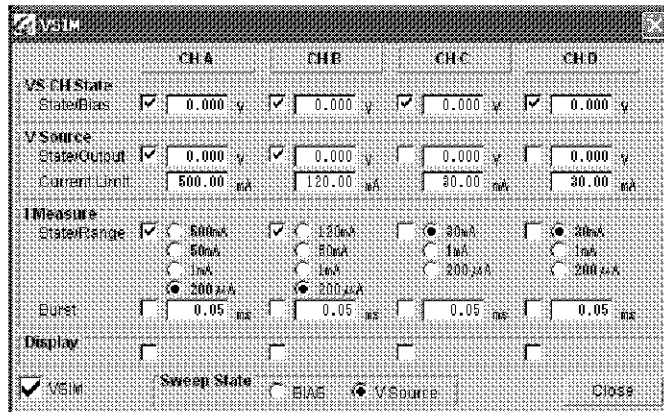

図 11-3 EGSM 受信設定
2. 表 11-3 に従い、図 11-3 のようにチャンネル A、チャンネル B を設定します。